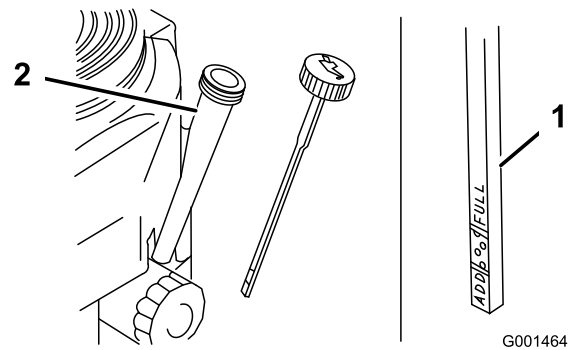

Figure 26
4. Nettoyez la surface autour de la jauge d'huile (Figure 26) pour éviter que des impuretés ne s'introduisent dans le goulot de remplissage, ce qui risquerait d'endommager le moteur.
5. Retirez la jauge d'huile et essuyez soigneusement son extrémité (Figure 26).
6. Remettez la jauge au fond du tube de remplissage, mais sans la visser (Figure 26).
9. Versez avec précaution environ 80% de la quantité d'huile spécifiée dans le goulot de remplissage (Figure 26).